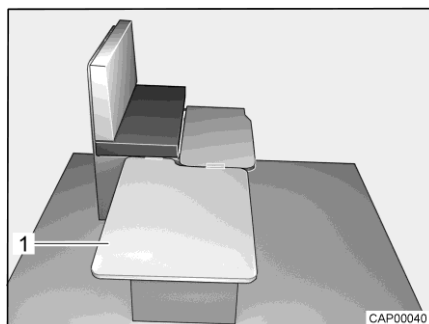

Bild 33 Under ombyggnaden
- Häng på stödplatta (Bild 33,1) sidledes på sittbänken och lägg på bordet.